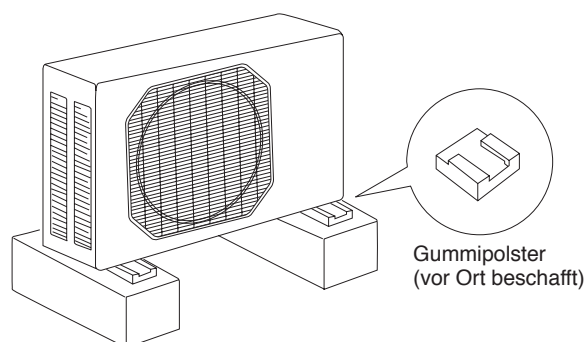

Abb. 5d
- Bringen Sie die Gummipolster und den Standbeinen an, um Vibrationen und Lärm zu reduzieren. (Abb. 5d)